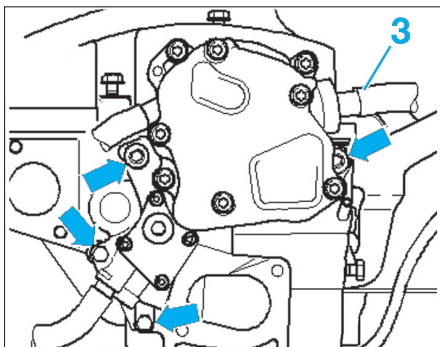

Fig. 42
- Sur la pompe tandem, débrancher le tuyau à dépression (3) (Fig.42).
sion manuelle et amorcer le circuit par cette canalisation puis rebrancher celle-ci (Fig.42).